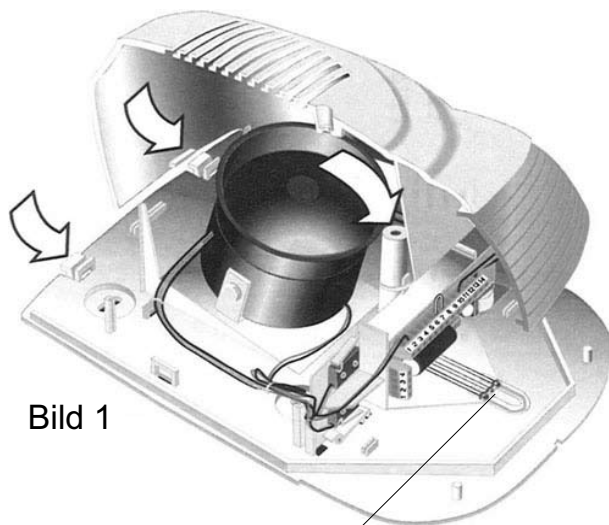

Bild 1
8. Gehäusedeckel auf das Gehäuseunterteil oben einhaken und beim Schließen die Funktion des Schalters DK1 prüfen (siehe Bild 1).